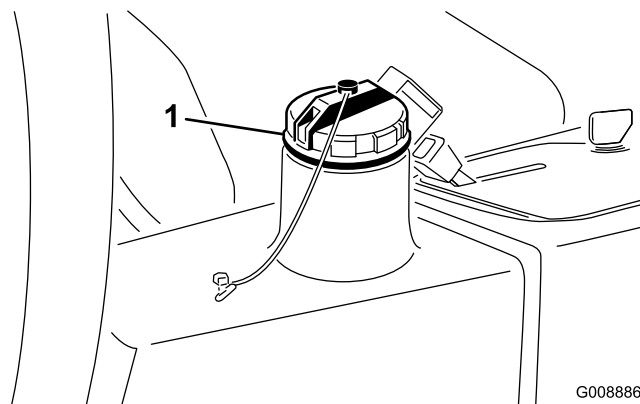

図 60
3. タンク (図 60) に油圧オイルを入れる。容量は約 13.2 リットル; 油圧系統を点検する」を参照。